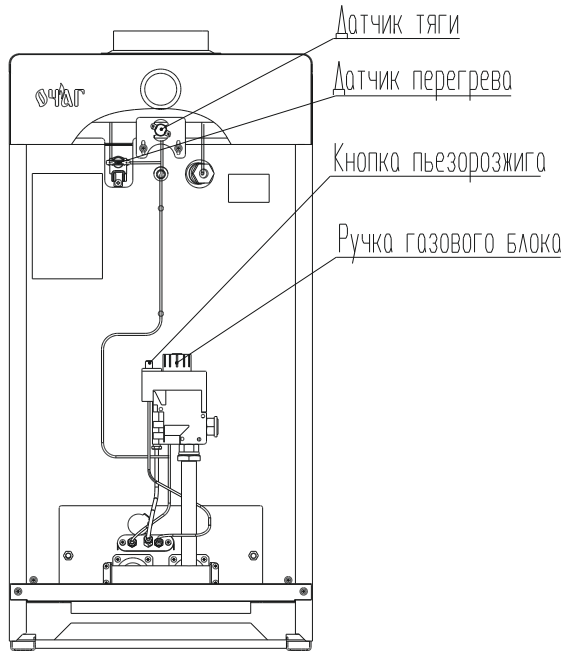

Рисунок 6 - Особенности аппарата с газовым блоком 630 EUROSIT.
6.9 Порядок включения аппарата с газовым блоком 630 EUROSIT (рис.6, 7):